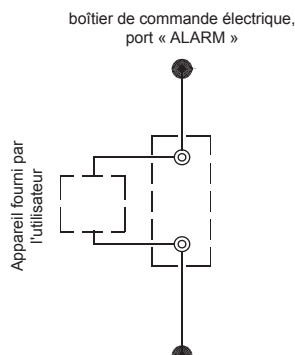

Fig. 8-23 Câblage du port « ALARM »
h) Les tuyaux de dérivation et les vannes de dérivation illustrés sur la figure 8-23 doivent être montés sur l'échangeur de chaleur, afin de faciliter le nettoyage du système extérieur de passage de l'eau avant le réglage de l'unité. Lors de la maintenance, le passage d'eau de l'échangeur de chaleur peut être interrompu sans perturber les autres échangeurs de chaleur.